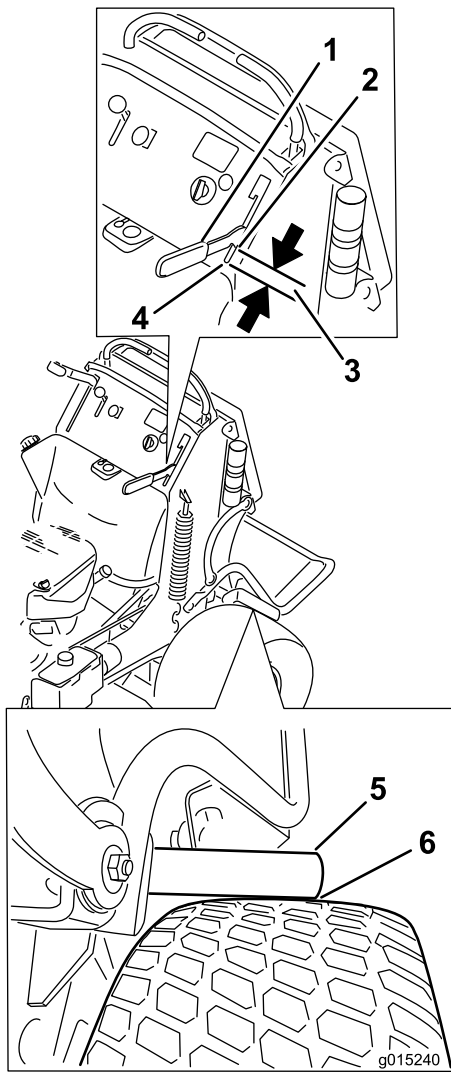

Figura 71
4. Accione la palanca del freno hasta que las barras de freno apenas entren en contacto con el neumático (Figura 71).
5. Mida la distancia que hay entre el borde delantero de la palanca de mano y el final de la ranura del panel de control cuando la barra de freno empieza a tocar el neumático (Figura 71).